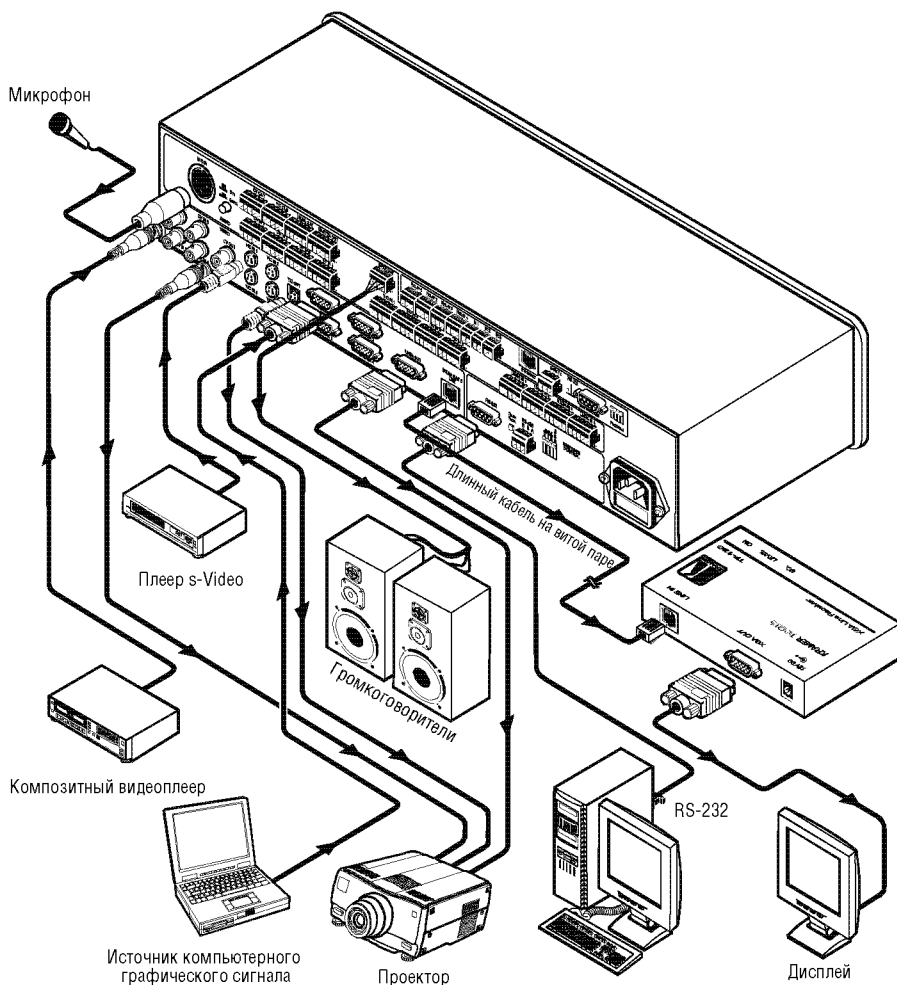

Рис. 5. Подключение секции презентационного коммутатора VP-23RC
3. Подключите соответствующие видеосигналам источники и приемники балансного аудиосигнала⁵ (не показаны на рис. 5)
4. При необходимости подключите приемник аудиосигнала к клеммному блоку MASTER OUT (подключение не показано на рис. 5; см. раздел 9.4.2).